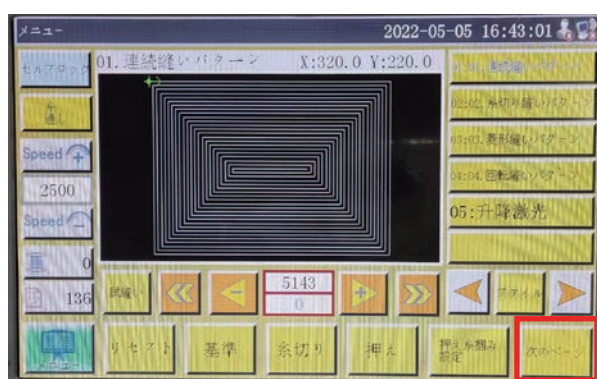

図 3
- 3) 電子制御主画面の「次のページ」①を押します。(図 3)